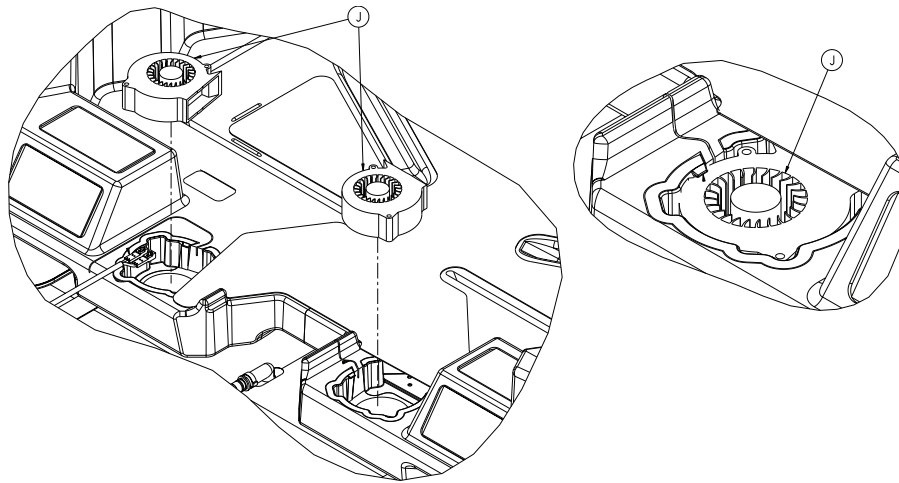

Figure 21 – LAL fan
14. Remove the LAL fan from the LAL fan nest and discard the LAL fan (J) (Figure 21).